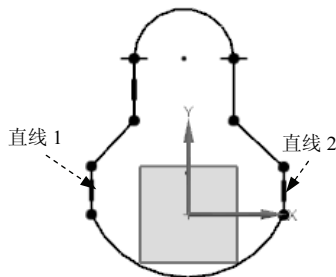

图 5.11.2 绘制大概轮廓
(1) 选择下拉菜单 **文件(F)** → **新建(N)...** 命令，系统弹出“新建”对话框。
(2) 在“新建”对话框中的 **模板** 选项栏中，选取模板类型为 **模型**，在 **名称** 文本框中输入文件名为 SKETCH01，然后单击 **确定** 按钮。
**Step 3** 大致绘制图 5.11.2 所示的轮廓。
(1) 单击“设为对称”按钮，选取图 5.11.2 所示的直线 1 为主对象，选取直线 2 为次对象，选取 Y 轴为对称中心线。